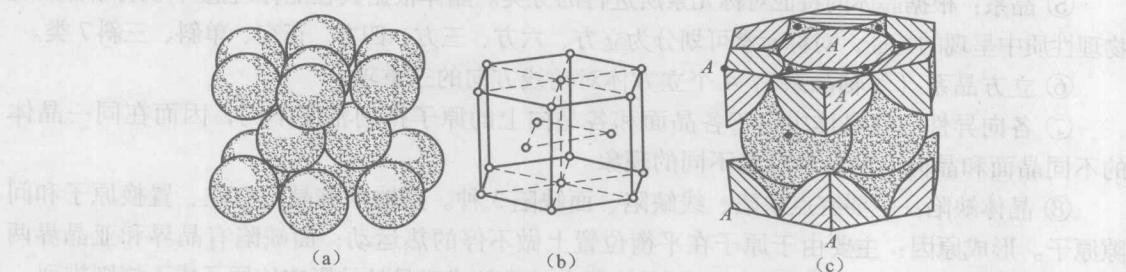

图 1-5 密排立方晶胞
③ 密排立方(如图 1-5 所示): 每个晶胞中原子数为:  $6 = 1/6 \times 12 + 1/2 \times 2 + 3$ 。属于密排六方晶格的常用金属: 镁、锌、铍、 $\alpha$  钛、镉等。